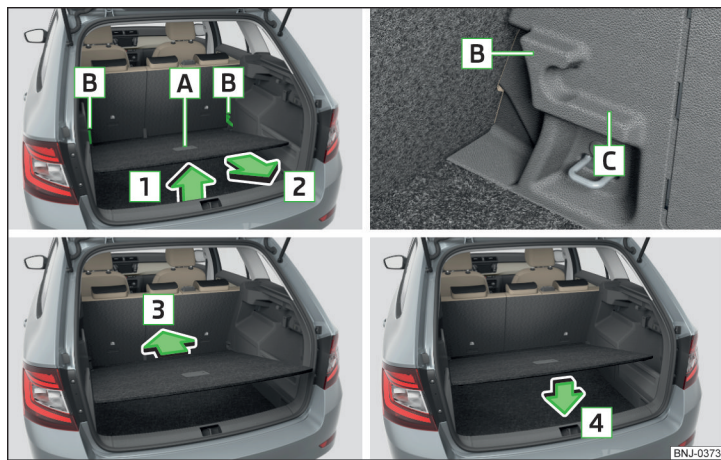

Fig. 118 Regolazione del piano di carico variabile nella posizione superiore/inferiore
- » Sollevare il piano di carico variabile dalla maniglia **A** nella direzione della freccia **1** e spostarlo parzialmente in direzione della freccia **2** » fig. 118.